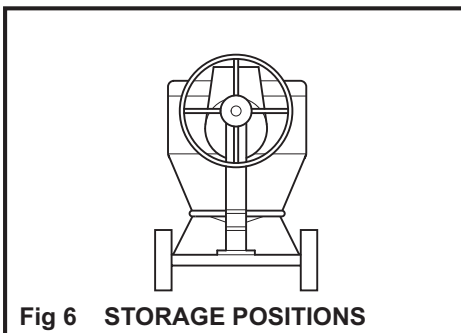

Fig 6 STORAGE POSITIONS
- Estas betoneiras estão preparadas para ser rebocadas por curtos períodos de tempo e a uma velocidade máxima de 8 Km/Hora (Fig. 6).